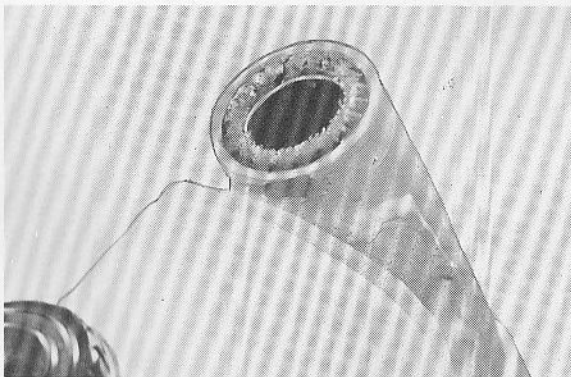

Fig. 5-7-12
3. Grease the lower ball race of the upper assembly and arrange the balls around it. Then apply more grease and set the top race into place. (Fig. 5-7-12)
3. Graisser la bague de roulement inférieure de l'assemblage supérieur et disposer les billes tout autour. Ensuite appliquer encore de la graisse et placer la bague supérieure à l'endroit convenable. (Fig. 5-7-12)